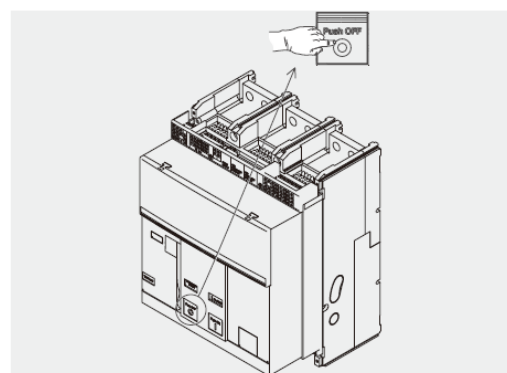

图 23
6. 分闸-按下分闸按钮“O-Push OFF”如图 23 所示。